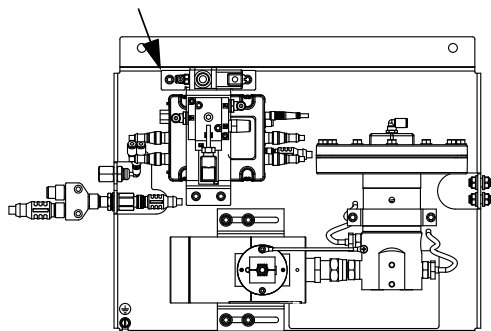

FIG. 39: Solenoide de aire de la válvula dosificadora
4. Si la válvula dosificadora no puede ser accionada desde el centro de control, consulte la FIG. 39 y realice las siguientes operaciones para abrir la válvula dosificadora y aliviar la presión del fluido:
- a. Accione manualmente el émbolo del solenoide para abrir todas las válvulas de suministro conectadas a esta placa de fluido y aliviar la presión del fluido. Consulte FIG. 39.